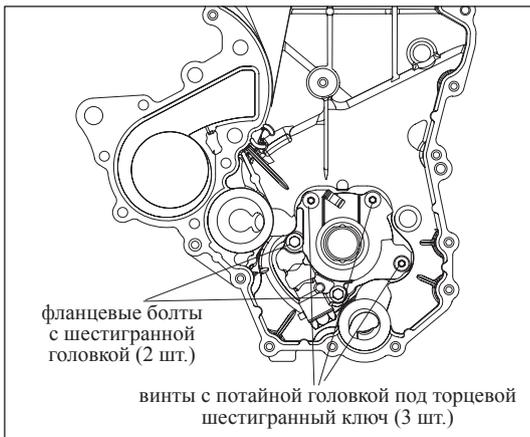
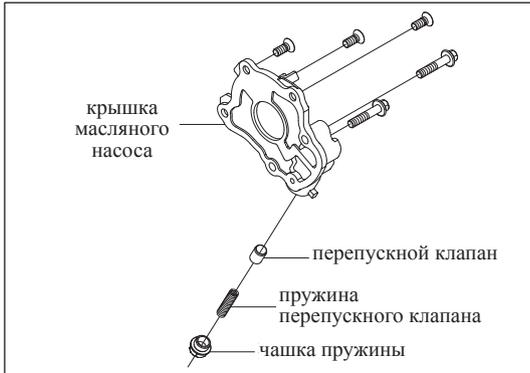

Рис. 11-4-3. Снятие крышки масляного насоса
Рис. 11-4-4. Снятие перепускного клапана
- (5) Снятие крышки масляного насоса
- а) Открутить 2 фланцевых болта (M6×30) и 3 винта с потайными головками (M6×14), как изображено на рис. 11-4-3.
(6) Снятие перепускного клапана
- б) Извлечь пружину перепускного клапана и снять сам клапан, как изображено на рис. 11-4-4.